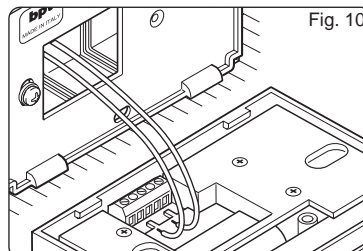

Fig. 10
- Effettuare i collegamenti elettrici alla morsettiera situata sul retro del mobile (fig. 10) come indicato negli schemi di fig. 16A oppure 16B.